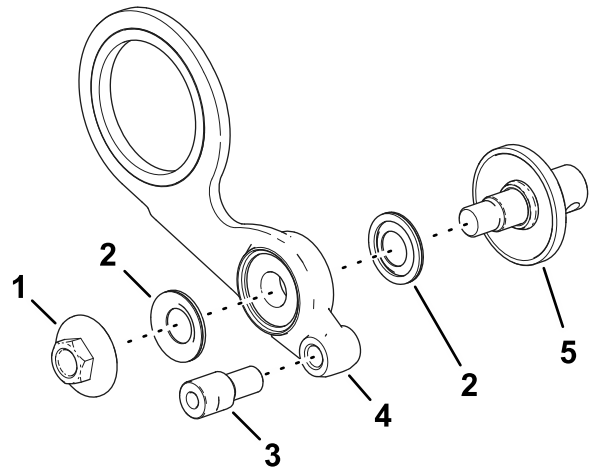

**Figura 15**
1. Monte el conjunto de mangueta, las 2 protecciones de cojinete y la tuerca con arandela prensada en el conjunto tensor, como se muestra en la Figura 15.
2. Monte el collar de ajuste en el orificio roscado del conjunto tensor (Figura 15 o Figura 16).